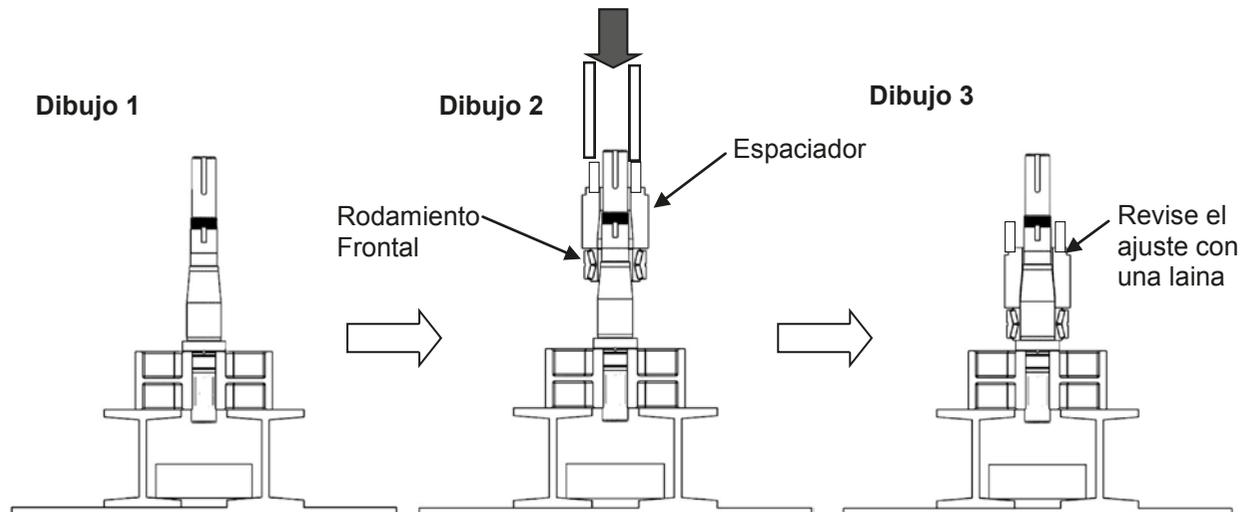

Figura 36: Presione el rodamiento frontal contra la flecha
1) Limpie todas las partes reutilizables antes de ensamblar. Aplique una ligera capa de lubricante en el área de la flecha donde estará el rodamiento frontal. Posicione la flecha en la prensa con el extremo del rotor viendo hacia abajo (figura 36 dibujo 1). Abra el nuevo ensamble de rodamientos y asegúrese de no intercambiar las partes. Todos los rodamientos son manufacturados como juegos y ensamblados para tener una altura específica. Coloque el rodamiento frontal con el espaciador de rodamientos sobre la flecha (figura 36 dibujo 2). Asegúrese de que el rodamiento y el espaciador están alineados antes de presionarlos. Revise la tabla 5 para saber la fuerza (en toneladas) necesaria para colocar los rodamientos sobre las flechas. Usando una camisa que descansa sobre el espaciador y no toque la flecha, presione el rodamiento hasta que asiente contra el hombro de la flecha. Una lana puede usarse para asegurar que el rodamiento descansa sobre la flecha (figura 36 dibujo 3).